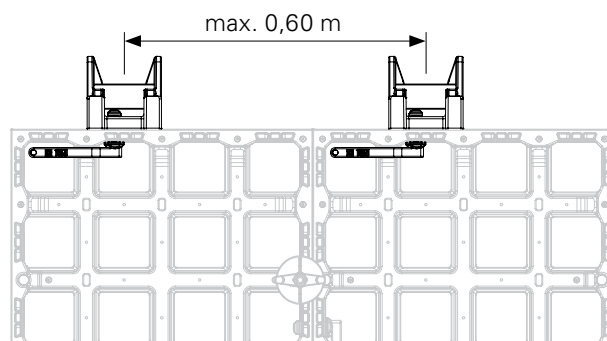

Fig. B10.10b
- Unire ogni attacco DES (40) a un pannello DP 135, DP 60 o a un pannello di compensazione DFP mediante il connettore DUO (21).
- Altezza max. pannelli di compensazione (90): 0,30 m.
- Interasse massimo: 0,60 m. (Fig. B10.10b)